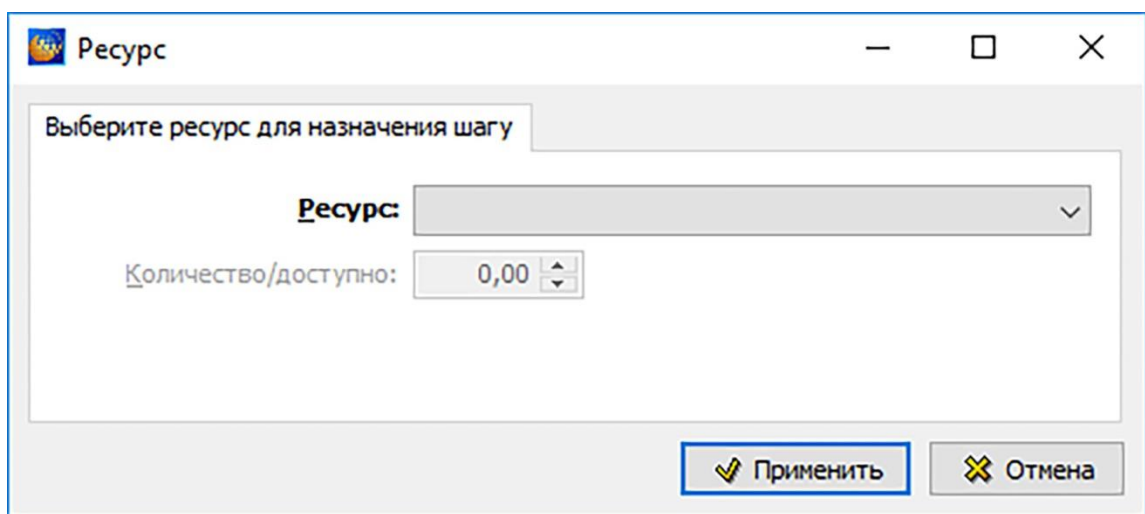

Рисунок 390
3) После этого появится окно **Ресурс** (рисунок 390).